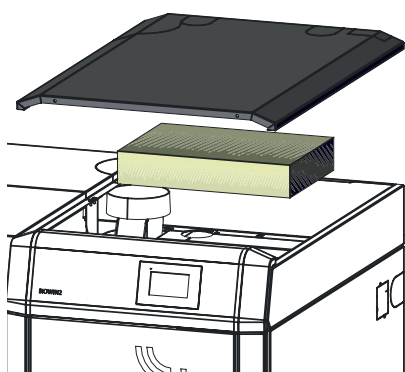

Fig. 47 Soulever le couvercle du revêtement et retirer l'isolation
- ▶ Retirer le couvercle du revêtement et enlever l'isolation au-dessus du couvercle des surfaces d'échange – Fig. 47.